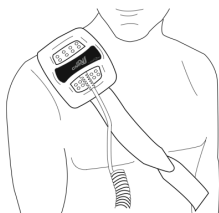

Figure 4
7. La sangle longue doit tomber sur le dos, la sangle courte et le cordon doivent tomber à l'avant. (Figure 4)
8. Amener la sangle la plus longue autour de l'avant du torse, puis l'attacher à la courte sangle de sorte que l'appareil soit fixé solidement sur le site de la fracture. (Figure 4)